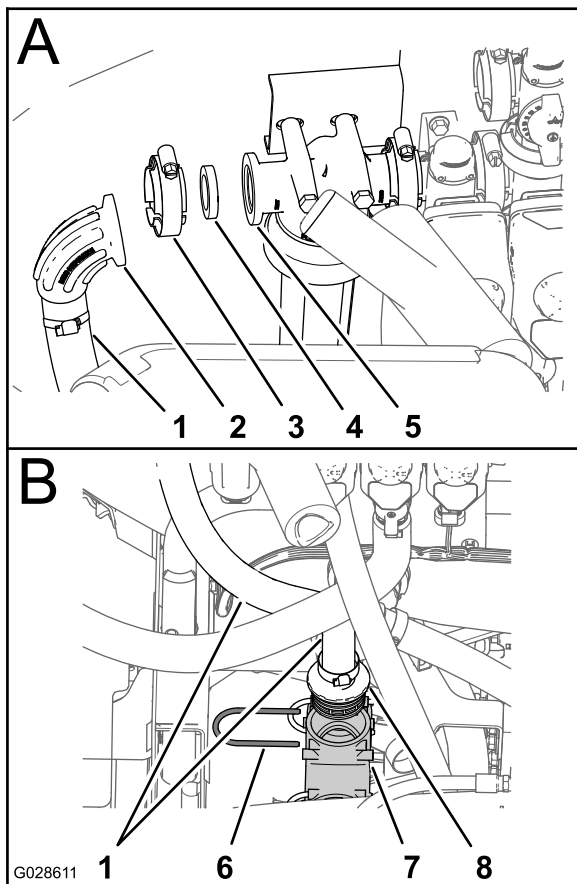

Figura 17
- Togliete il morsetto flangiato, la guarnizione, il gomito e il flessibile di entrata dalla testa del filtro di pressione (A di Figura 17).
- Togliete il fermo che fissa il raccordo diritto dentellato del flessibile di entrata al raccordo a T inferiore del sistema di irrorazione e togliete il flessibile di entrata dalla macchina (B di Figura 17)